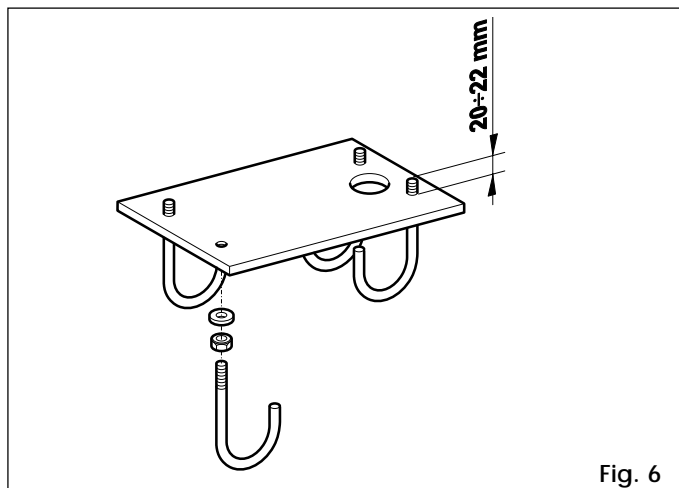

Fig. 6
- 1) Assembler la plaque de fondation comme indiqué en fig. 6.